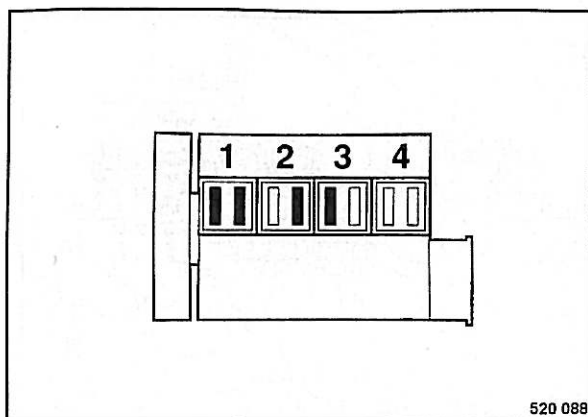

Fig. 110
- Girar el motor con el arrancador hasta ambas válvulas "solapan" en el cilindro 4 (Fig. 110) una vuelta de la manivela por 360°).
Las válvulas marcadas en negro (Fig. 110) se pueden comprobar y ajustar.